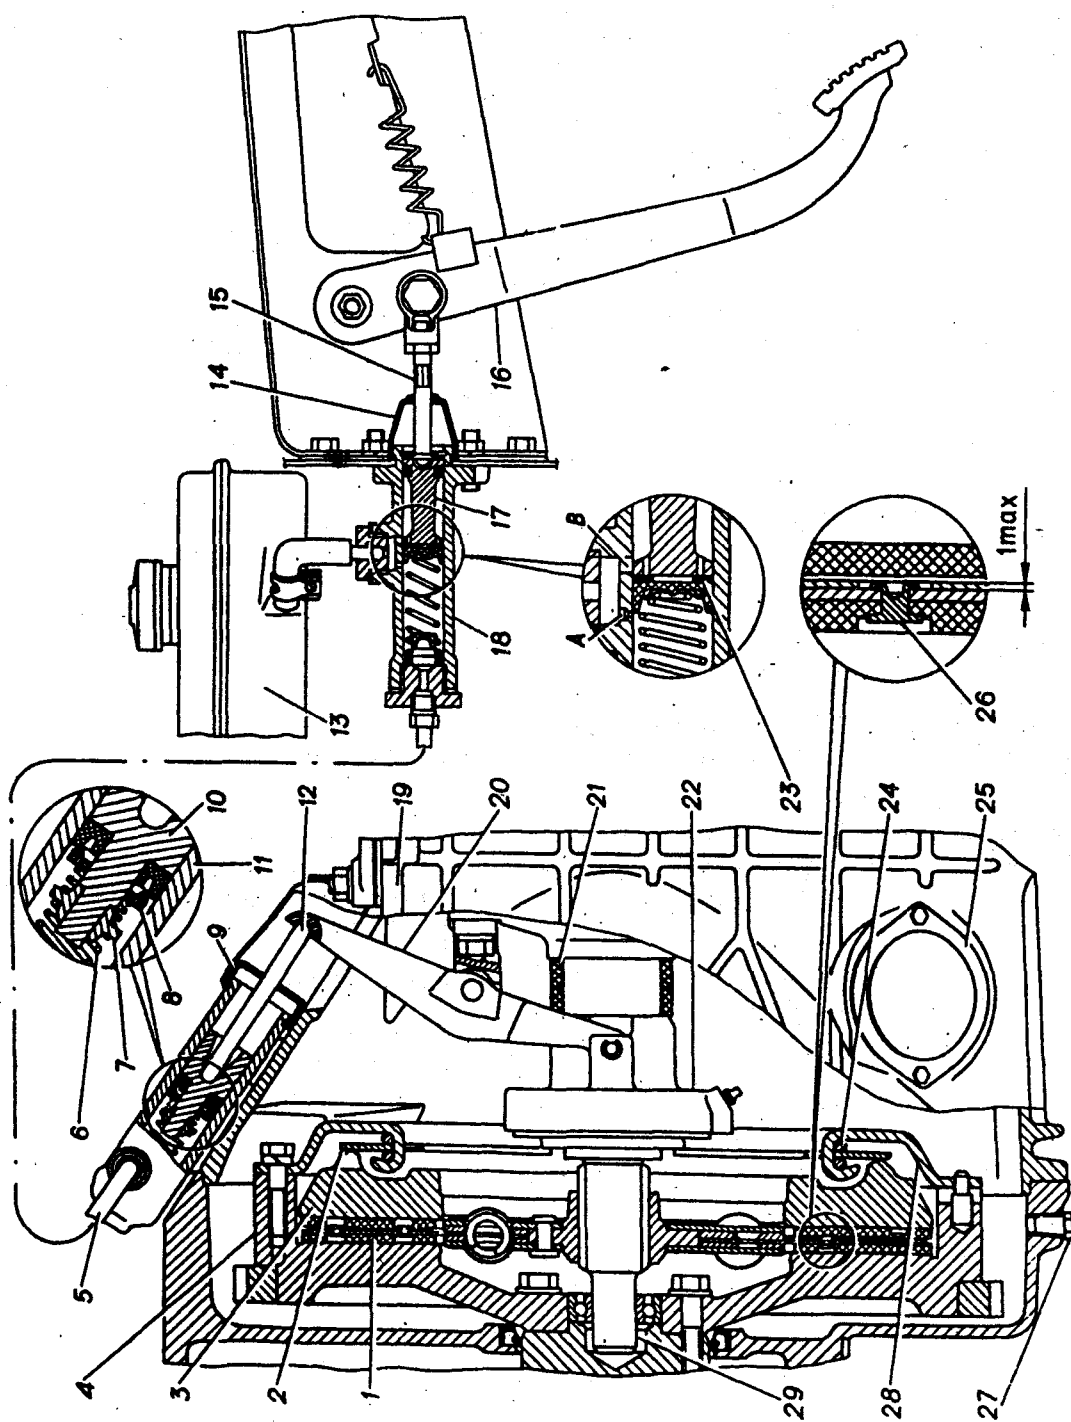

Рис. 27. Сцепление и его привод:
Устройство сцепления и его привода показано на рис. 27.
1. Освободить опору вилки 20 (рис. 27), отвинтив гайки крепления опоры.
1. Сделать метки на кожухе 28 (рис. 27) и маховике 4 у одного из болтов их крепления, чтобы при последующей сборке сохранить взаимное расположение кожуха и маховика.
2. Приклепать новыми заклепками 26 (рис. 27) новые накладки на диск. Высота расклепанной части заклепок должна быть не более 1 мм. Торцы головок заклепок должны отстоять от рабочих поверхностей фрикционных накладок не менее чем на 2 мм.
При помощи мягкой проволоки диаметром 0,5 мм проверить не перекрывает ли манжета главного цилиндра компенсационное отверстие "А" (рис. 27).